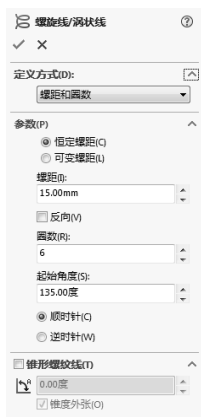

图 3-19 “螺旋线/涡状线”属性管理器 1
4) 在“定义方式”下拉列表中, 选择“螺距和圈数”选项; 选择“恒定螺距”单选按钮; 在“螺距”文本框中输入“15.00”; 在“圈数”文本框中输入“6”; 在“起始角度”文本框中输入“135.00”, 其他设置如图 3-19 所示。
使用该命令还可以生成锥形螺纹线。如果要绘制锥形螺纹线,则在图 3-19 所示的“螺旋线/涡状线”属性管理器中选择“锥形螺纹线”复选框。